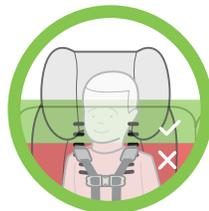

Figura 4
- ✓ Las correas del arnés de los hombros deben pasar por las ranuras de dicho arnés y quedar a la altura o por encima, y cerca de los hombros del niño, como se muestra en la **figura 4**, con las excepciones siguientes:
- Si se coloca el asiento sin la correa superior, elija uno de los dos (2) juegos de ranuras del arnés de los hombros que están a la altura de los hombros o justo encima de los hombros del niño, y cerca de estos